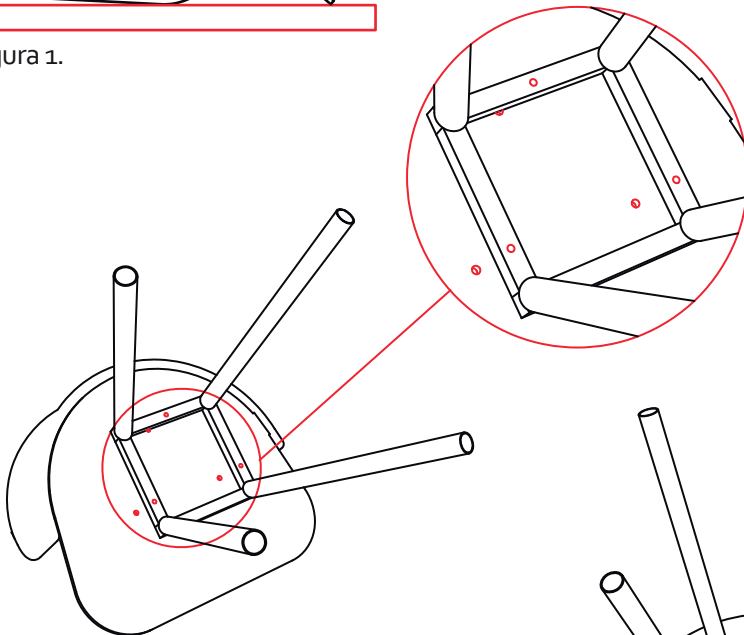

figura 2.
2. Ubique los agujeros del asiento y de la estructura (patas) enfrentándolos tal y como muestra la figura (ver figura 2)